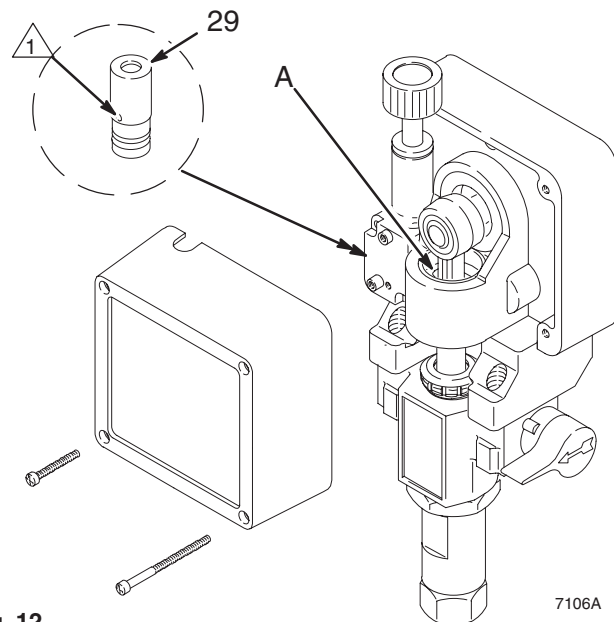

Fig. 12
4. **Nettoyer périodiquement la zone du trou d'évent du capteur de pression (29)** pour en éliminer les résidus de peinture. Voir Fig. 12. En cas de fuite excessive, remplacer le capteur. Voir page 28.
5. **Lubrifier le corps de palier** toutes les 100 heures de fonctionnement. Déposer le capot avant. Remplir la cavité du corps de palier (A) d'huile non détergente SAE 10. Voir Fig. 12.